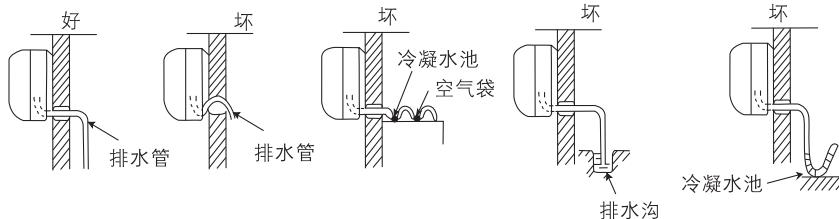

图 28
- (1) 用附件⑭ 排水管与室内机组的出水管连接起来。
- (2) 如要使冷凝水流得舒畅,排水管应倾斜少许,如图28所示。